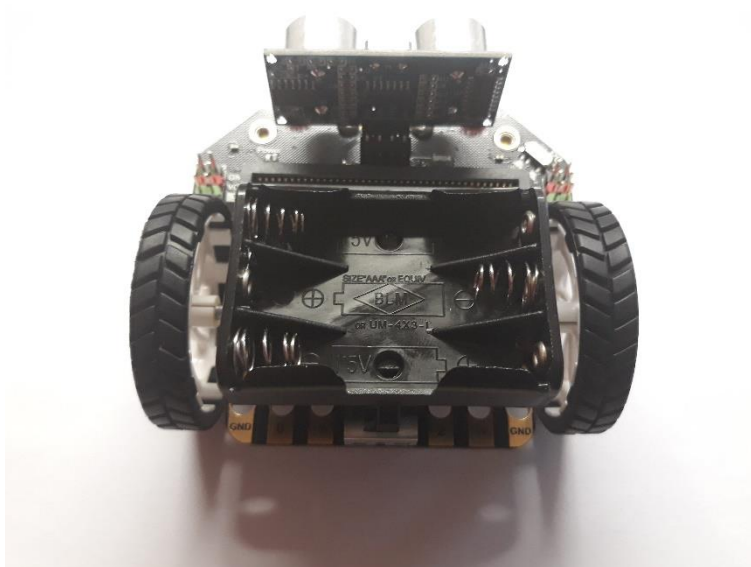

Fig. 22 : Capteur à ultrasons branché au corps du robot.
7. Connecter le capteur à ultrasons (fig. 22).